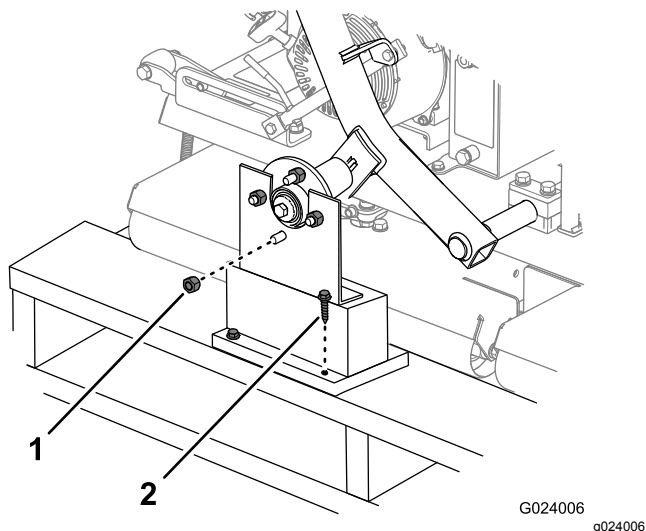

图3
1. 拆下将车轮轮毂固定到运输支架的车轮螺母 图3。此外还要拆下拧在每个车轮轮毂螺栓上的螺母。